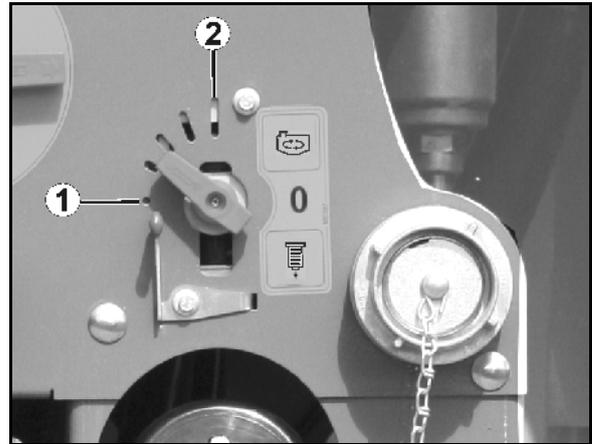

Fig. 39
- Posição Fig. 39/1:
- Posição Fig. 39/2: